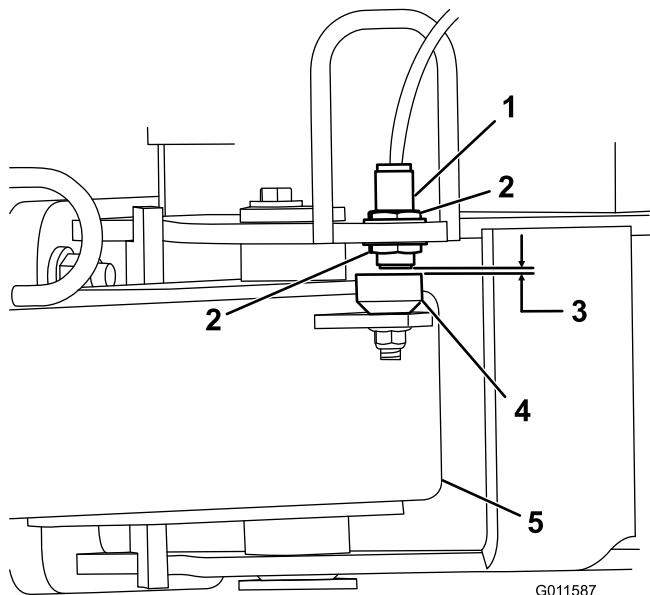

Figure 4
- Desserrez les écrous de blocage qui fixent le contacteur de proximité au châssis et abaissez le contacteur jusqu'à ce qu'il soit à $3,3 \pm 0,7$ mm de la plaque de détection sur la flèche d'attelage (Figure 4). Serrez les écrous de blocage pour fixer le réglage.